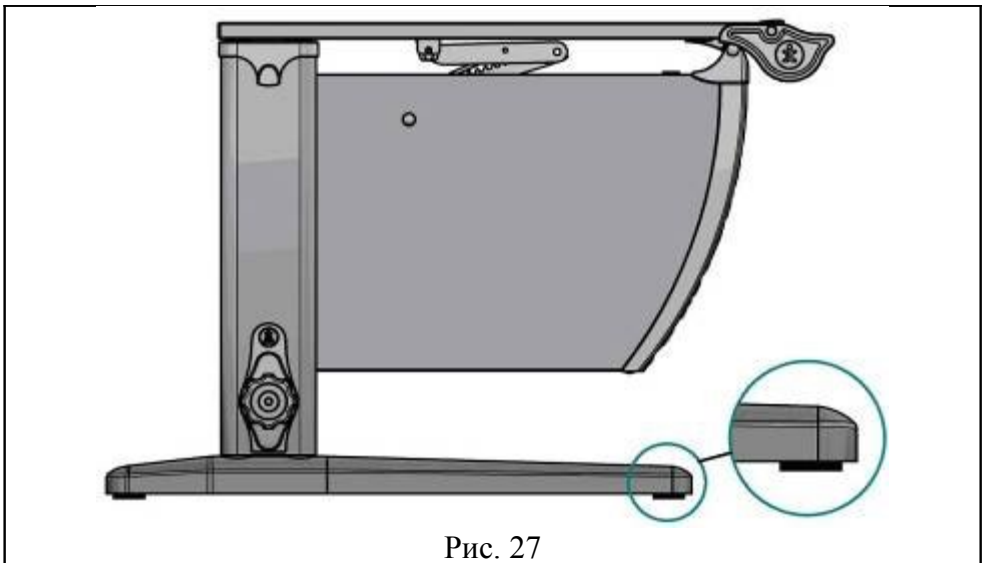

Рис. 27
6.1. Стол следует устанавливать на равную горизонтальную поверхность, обеспечивающую опоры всех ножек, при необходимости отрегулировать стол ножками (см. рис. 27) до горизонтального положения столешницы.